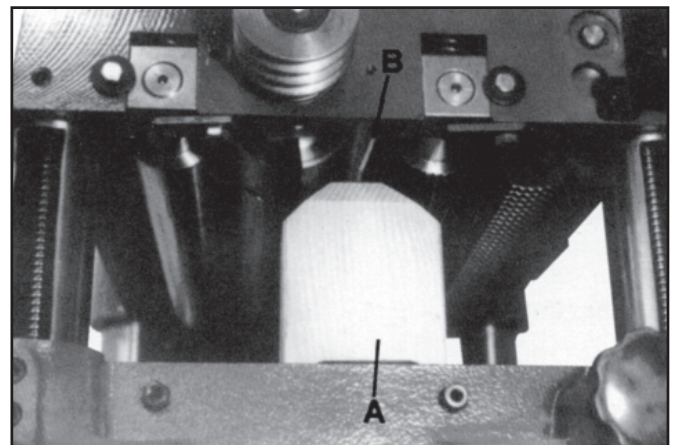

Figura 21
5. Mueva el bloque calibrador (A, Figura 21) debajo del partidor (B, Figura 21). La parte inferior del partidor debe tocar apenas la parte superior del bloque calibrador.